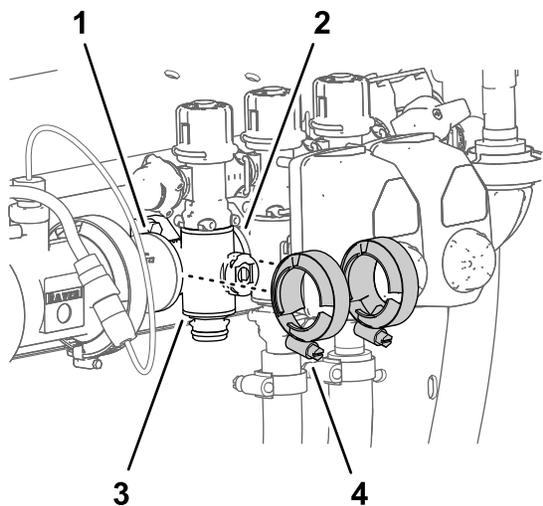

Figura 115
4. Monte sem apertar as braçadeiras da flange que retirou em Remoção da válvula do coletor de secção \(página 81\) nas flanges do coletor da válvula de secção da outra válvula de secção e/ou adaptador de acoplamento (Figura 115).
- Aperte as 2 braçadeiras da flange à mão (Figura 115).